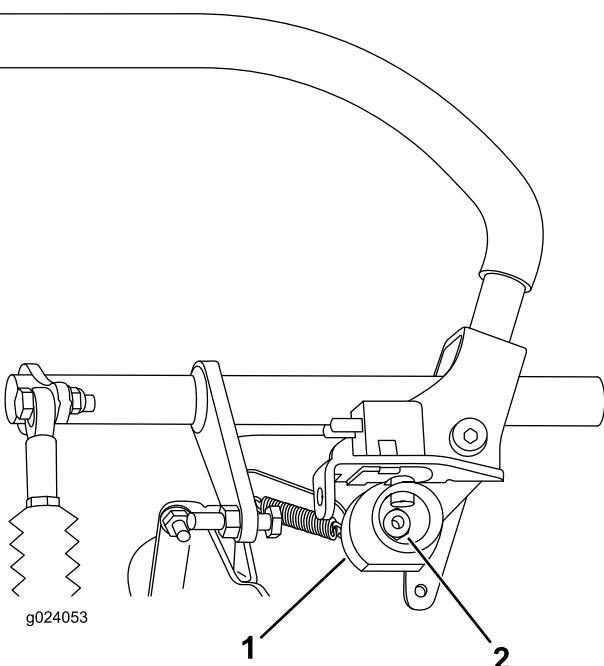

Figura 69
6. Afloje la tuerca que sujeta la leva (Figura 69).